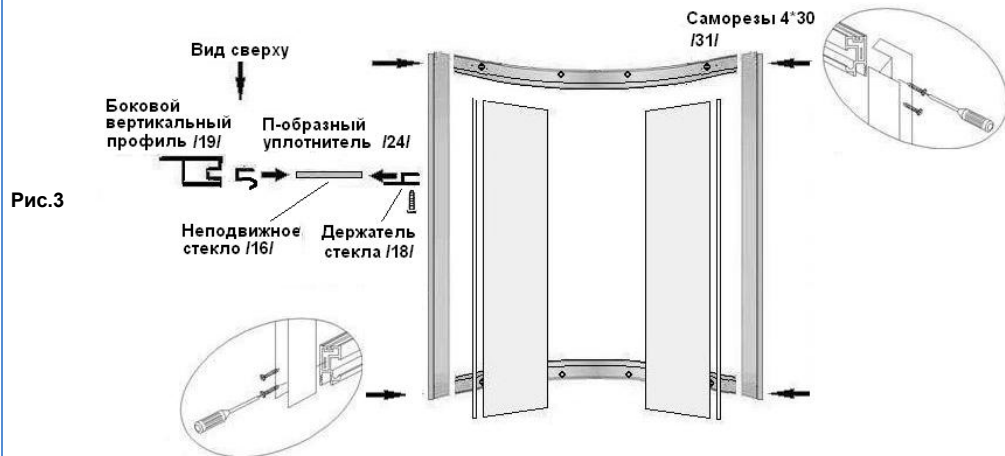

Рис.3
3.2. Сборка фронтальной стенки (рис.3).